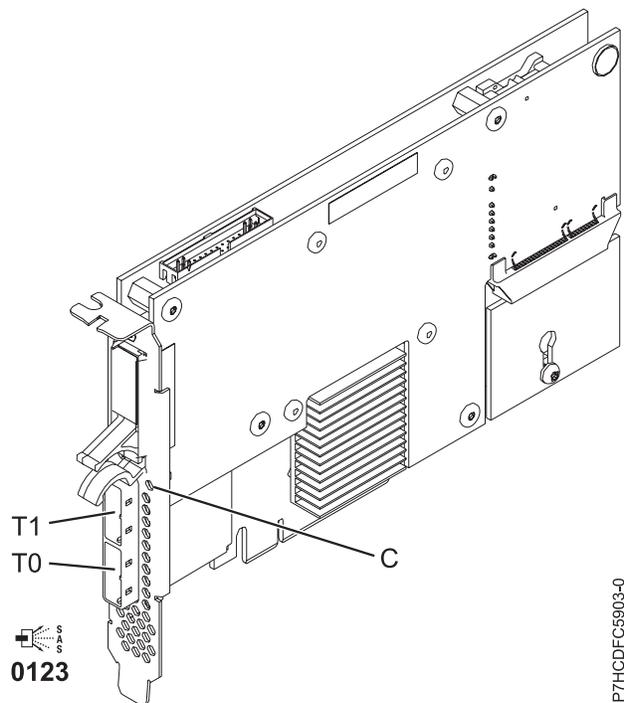

Figure 87. Carte SAS RAID PCIe double accès - x4 3 gigabits
L'adaptateur 5903 ou 5805 possède un voyant ((C) dans la figure 87, à la page 281) qui clignote si des données sont présentes en cache. Le voyant de présence de données en cache clignote lorsqu'il y a de possibles données présentes dans le cache de l'adaptateur. Si le voyant indiquant la présence de données en cache clignote, ne remplacez pas le bloc de batteries de cache. S'il est remplacé pendant que le voyant clignote, les données en cache seront perdues. Voir la figure 87, à la page 281 pour localiser le voyant de présence de données en cache sur cet adaptateur.